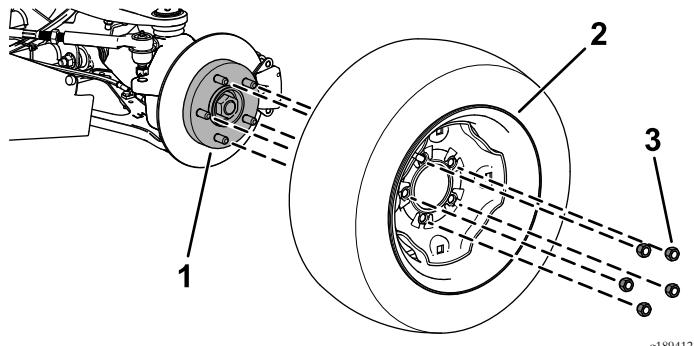

Figura 2
2. Retire las tuercas que sujetan la rueda al cubo (Figura 2).
1. Instale la rueda en el cubo y fíjela usando las tuercas retiradas anteriormente (Figura 2).